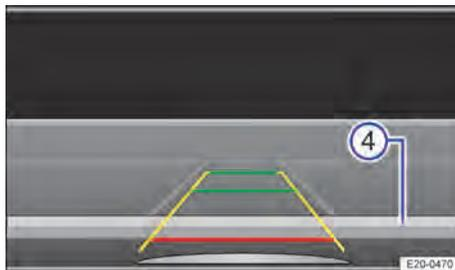

Fig. 113 Exibição do display no sistema Infotainment: alinhar o veículo dentro da vaga de estacionamento.
5. Parar se a linha vermelha alcançar o limite traseiro → Fig. 113 ④.